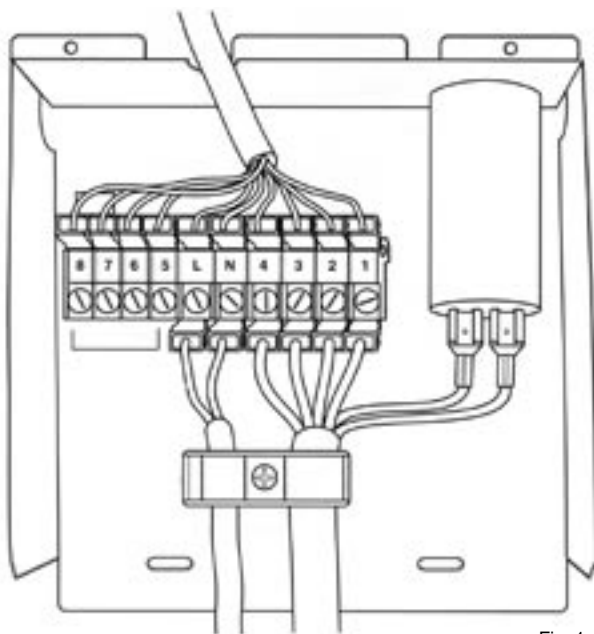

Fig. 1
4. Öppna ellådan på fläktelementet och anslut de två kontakterna från reglerenheten, fig. 1.